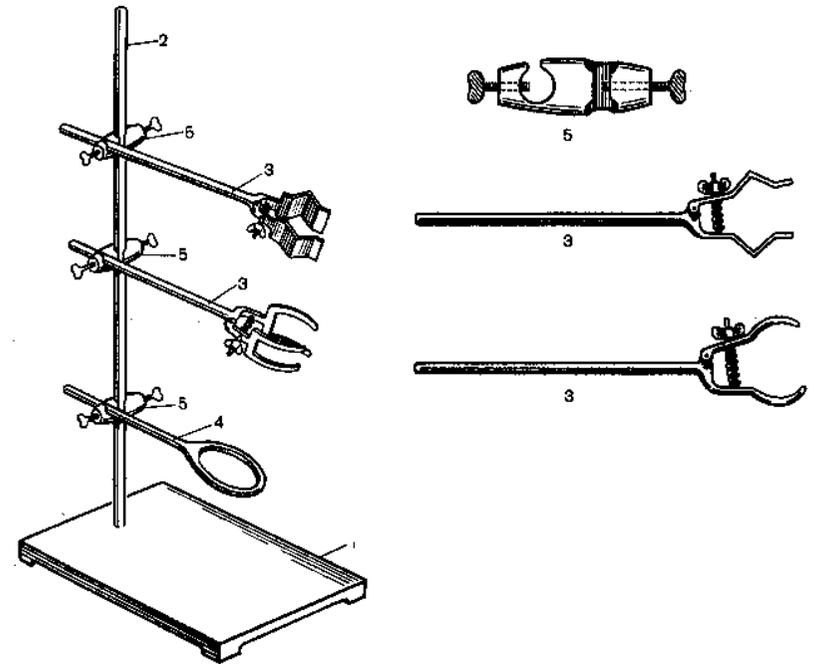

Рис.10. Лабораторный штатив. Объяснение в тексте.
Приборы крепятся на лабораторных **штативах** (рис. 10). Штатив состоит из металлической плиты (1), к которой прикреплена вертикальная штанга (2). Отдельные части прибора крепятся на штативах с помощью лапок (3) и колец (4), которые в свою очередь укрепляются на штанге штатива посредством муфт (5). Части прибора, например горла колб, холодильники, не следует очень сильно зажимать в лапках, поскольку при нагревании стекло расширяется и может треснуть. Для того чтобы не повредить стеклянные части прибора, губки лапок снабжаются амортизирующими прокладками из кожи или резины.